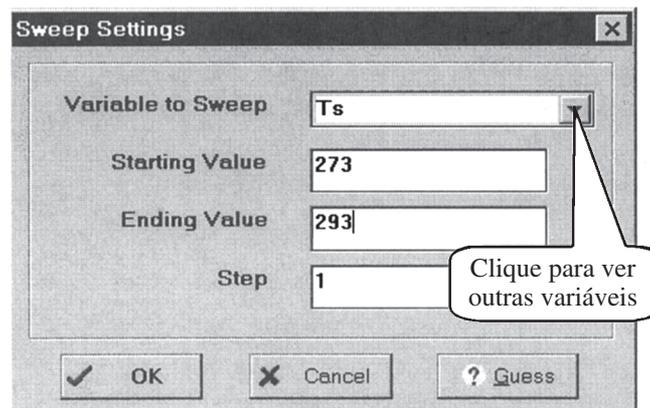
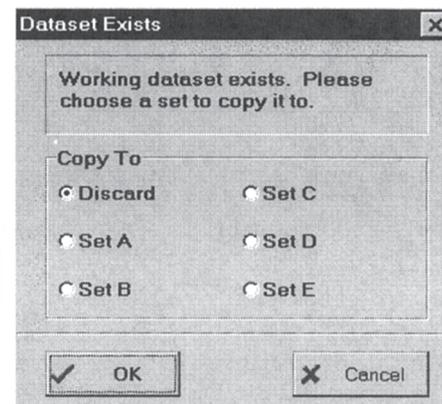

Fig. 5 Janela Sweep Settings para o Exemplo de Transferência de Calor.
Fig. 6 Janela Dataset Exists.
Quando você clicar em **Explore**, será apresentada uma janela Sweep Settings similar à Fig. 5. Escolha a variável que você gostaria de explorar (Variable to Sweep), seus valores inicial e final e o tamanho do incremento. Quando você clicar OK, o Solver encontrará uma nova solução para cada valor da variável explorada na faixa que você especificou. Todas as soluções serão colocadas no Data Browser, sendo uma por coluna.
**Exemplo:** Neste exemplo, escolheremos a temperatura da superfície como a variável a ser explorada. Fechamos a janela Data Browser e clicamos no botão **Explore** na barra de ferramentas. Uma janela Sweep Settings (Fig. 5) irá aparecer. Clique a seta no lado direito de Variable to Sweep e escolha a variável desejada da lista de variáveis. Aqui, escolhemos  $T_s$ . Determinamos então um valor inicial e um valor final e um incremento de varredura. Usamos a temperatura da vizinhança como nossa temperatura inicial e a temperatura do ar ambiente como nossa temperatura final. O incremento é escolhido como  $1^\circ\text{C}$ . Após clicarmos no OK, o *IHT* irá resolver cada um dos casos. Uma janela Dataset Exists aparece, conforme mostrado na Fig. 6. Conforme explicado no item D desta seção, isso indica que o Working Dataset não está vazio. Aqui descartamos o conjunto de dados anterior. Clique em OK e uma nova janela Data Browser (Fig. 7) apresenta os resultados para cada caso. Observe que a variável varrida  $T_s$  tem valores de 273, 274, 275, ..., 293 nas colunas sucessivas. Podemos usar a barra de rolagem horizontal para vermos as outras colunas. As outras variáveis em cada coluna são soluções para o sistema de equações que colocamos no Workspace. Podemos inspecionar os valores das variáveis e suas tendências na janela Data Browser, mas é geralmente mais fácil visualizar os efeitos das variáveis em uma representação gráfica. Os detalhes para gráfico são dados no Item E.